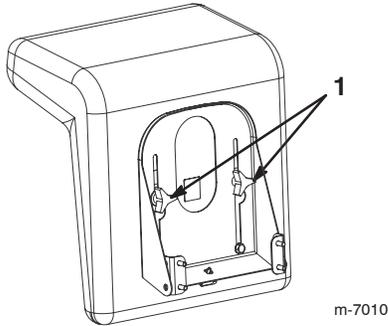

Figure 4
1. Soulevez le siège et desserrez les boutons de réglage (Fig. 4).